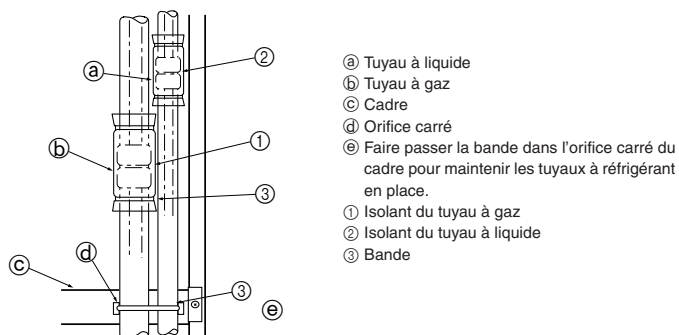

Fig. 4-5
- Lorsque vous réassemblez l'appareil, accrochez les crochets de suspension ③ de la grille d'aspiration d'air dans les orifices situés sur les côtés des panneaux.
Isoler entièrement les joints évasés ① et ② des tuyaux à gaz et à réfrigérant. Si une partie des joints est exposée, de la condensation pourrait ruisseler. (Fig. 4-5)
- Attacher l'isolant ① du tuyau à gaz et l'isolant ② du tuyau à liquide aux deux extrémités pour qu'ils ne glissent pas et soient alignés.
- Une fois l'isolant installé, utiliser la bande ③ pour attacher le tuyau à réfrigérant au cadre (sous le joint du tuyau). Cela empêchera le tuyau à réfrigérant de se détacher du cadre. (Lorsque le tuyau à réfrigérant est détaché du cadre, il n'est pas possible d'installer la grille.)